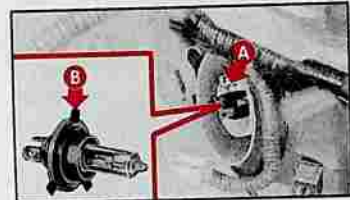

fig. 14
2) Décrocher l'épingle de retenue A-fig. 14 et enlever la lampe.